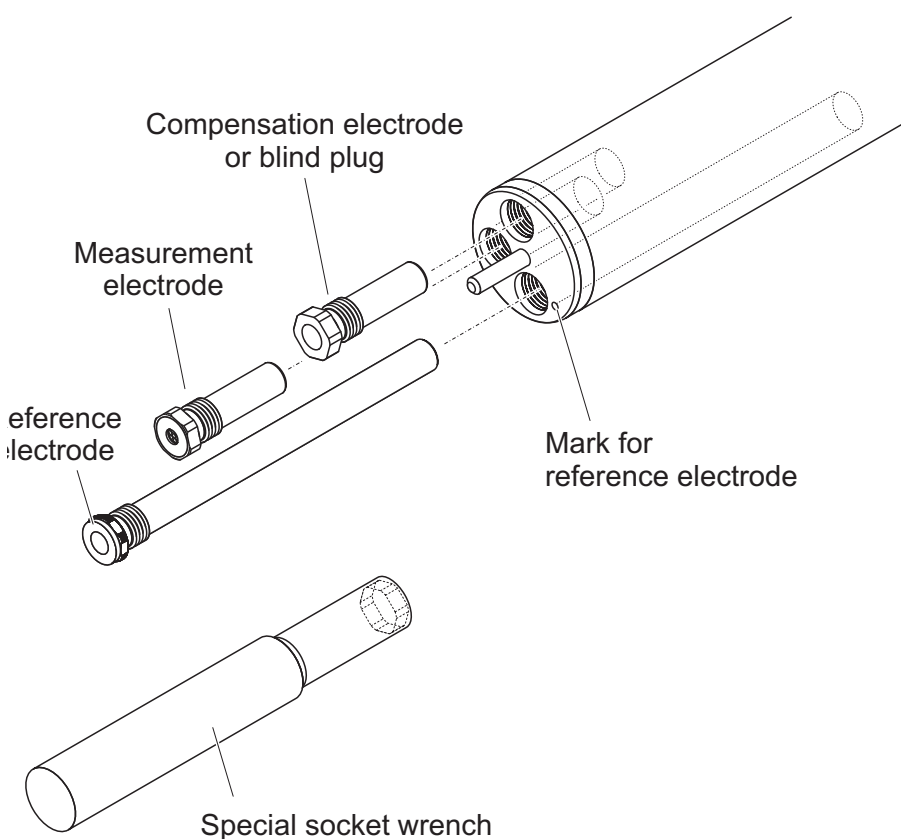

Fig. 3-3 Utstyre sensoren med elektroder.
- Kontakten for referanseelektroden er merket med en utsparing. Den strekker seg tydelig dypere inn i sensoren enn de tre andre kontaktene (se Fig. 3-3).